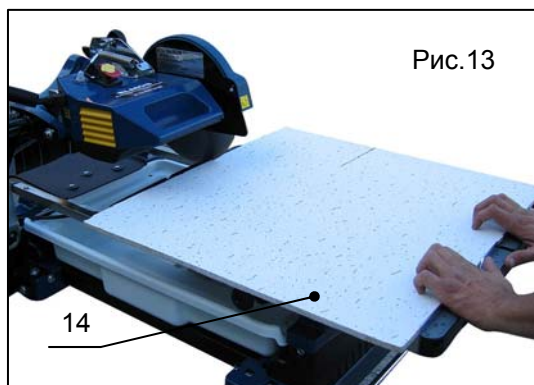

Рис.13
2. Установите плитку (поз.14, рис.13) на рабочем столе, прижав её к ограничителю.